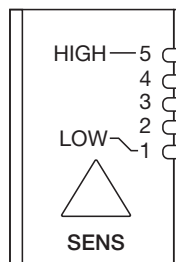

Fig. 12
- Pour connaître le réglage de sensibilité en cours, appuyer et relâcher rapidement le bouton SENS + ou -. Le numéro de sensibilité actuel clignotera. Pour changer la sensibilité, appuyer sur le bouton + ou - plusieurs fois pour déplacer le voyant DEL clignotant vers le haut ou le bas, à la sensibilité désirée (Fig. 12).